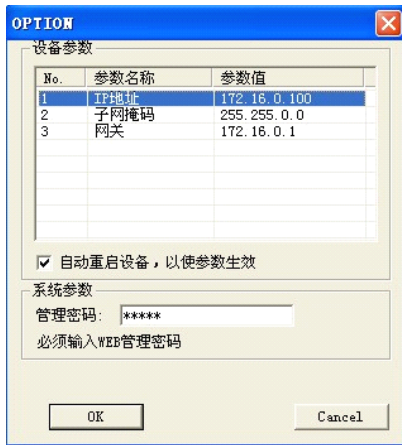

图 6
⑤ 设置完成，回到 OPTION 对话框，此时显示的是修改后的参数（未生效）；选中自动重启设备项，输入管理密码（默认为 admin），如图 6 所示，点击 OK。